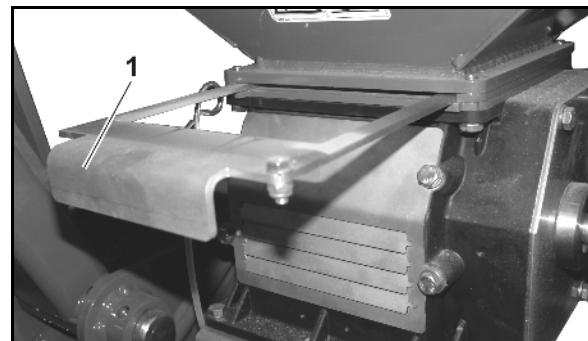

Рис. 77
- 2.2 Заслонку (Рис. 77/1) переместите до упора в дозаторе.